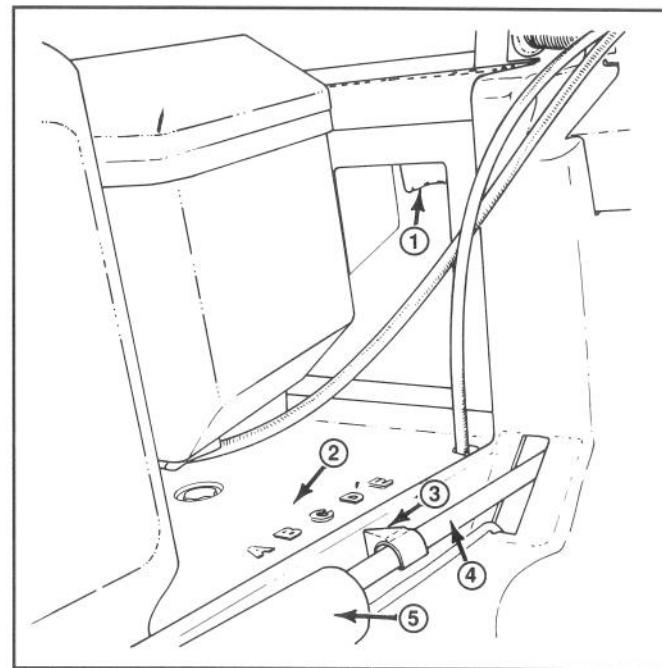

Abbildung 14
2. Den Hebel für die Schnitthöhen-Einstellung mit einem oder zwei Fingern drücken (Abb. 14). Um die Radhöhe zu vergrößern, drücken Sie den Hebel, um den Schnitthöhen-Einstellhebel freizugeben, und ziehen Sie den Mäher nach oben. Haben Sie die gewünschte Höhe erreicht, lassen Sie den Hebel wieder los. Um die Radhöhe zu verringern, drücken Sie den Schnitthöhen-Einstellhebel, um den Hebel zu entlasten, und drücken Sie den Mäher hinunter, wobei **Sie ihn gleichzeitig nach vorn schieben**. Die richtige Einstellung wird durch den Zeiger auf der Verbindungsstange angezeigt.